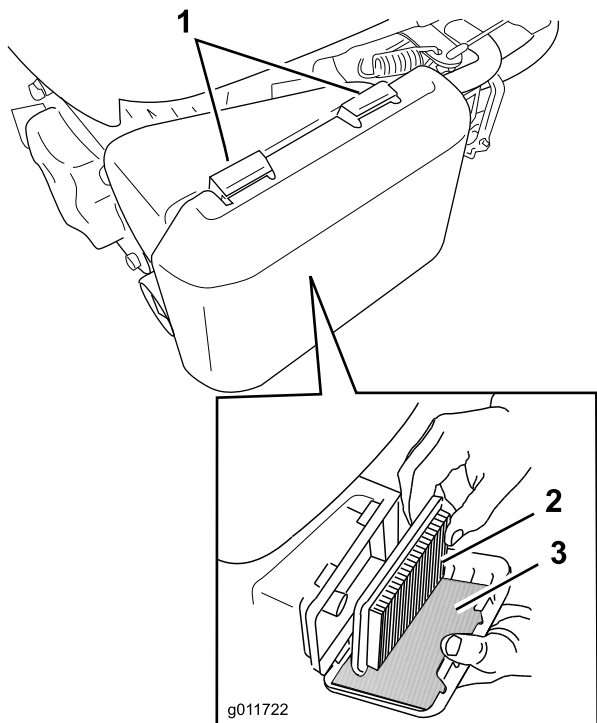

Рисунок 21
1. Нажмите на язычки защелок, расположенные наверху крышки воздухоочистителя (Рисунок 21).
3. Извлеките бумажный воздушный фильтр и фильтр предварительной очистки из пеноматериала (Рисунок 21).